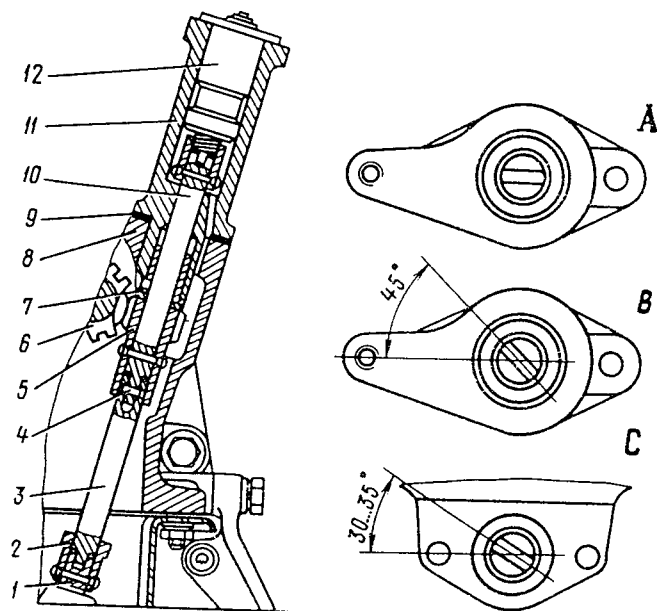

Bild 60. Antrieb für Ölpumpe und Zündverteiler:
Die am Durchmesser verschlissene Zündverteilerantriebswelle 10 (Bild 60) ist durch Verchromen mit nachfolgendem Schleifen auf einen Durchmesser von  $13_{-0,012}$  mm wiederherzustellen. Bei einem Verschleiß des Wellenschlitzes bis auf ein Maß von über 3,30 mm und des Schaftes bis auf 3,86 mm Dicke ist die Welle durch eine neue zu ersetzen.
4. Antriebswelle derart durchdrehen, daß der Schlitz an ihrer Stirnfläche für die Verteilernase wie im Bild 60, B biegt und Welle der Ölpumpe mit Hilfe eines Schraubenziehers in die im Bild 60, C gezeigte Stellung drehen.
5. Vorsichtig den Antrieb in den Zylinderblock einsetzen, wobei ein Streifen des Zahnrades an die Zylinderblockwandungen zu vermeiden ist. Nach dem Einbau des Antriebs muß seine Welle die im Bild 60, A gezeigte Stellung einnehmen.